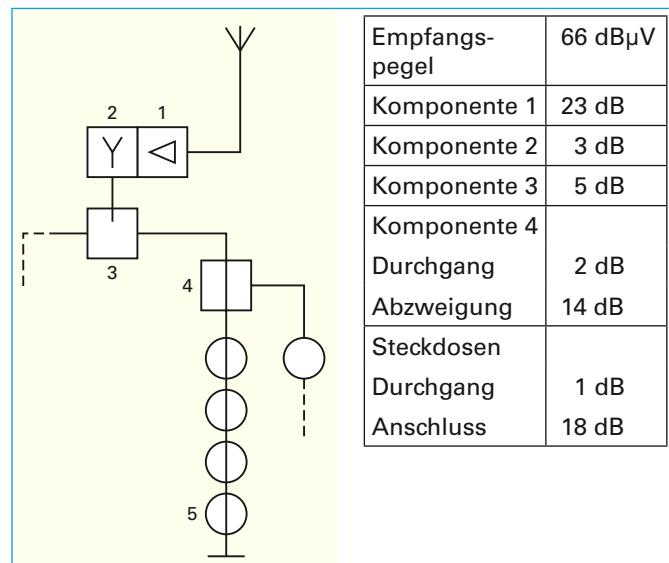

Bild 1: Baugruppen und Daten einer Antennenanlage
- 1.1 Geben Sie die fachgerechte Bezeichnung der Baugruppen ① bis ④ in **Bild 1** an.
- ① \_\_\_\_\_
② \_\_\_\_\_
③ \_\_\_\_\_
④ \_\_\_\_\_
- 1.3 Ermitteln Sie den Spannungspegel in dB $\mu$ V an der Steckdose ⑤ unter Berücksichtigung eines Antennengewinns von 15 dB und einer Gesamtkabdämpfung von 4 dB sowie den in **Bild 1** angegebenen Dämpfungswerten.